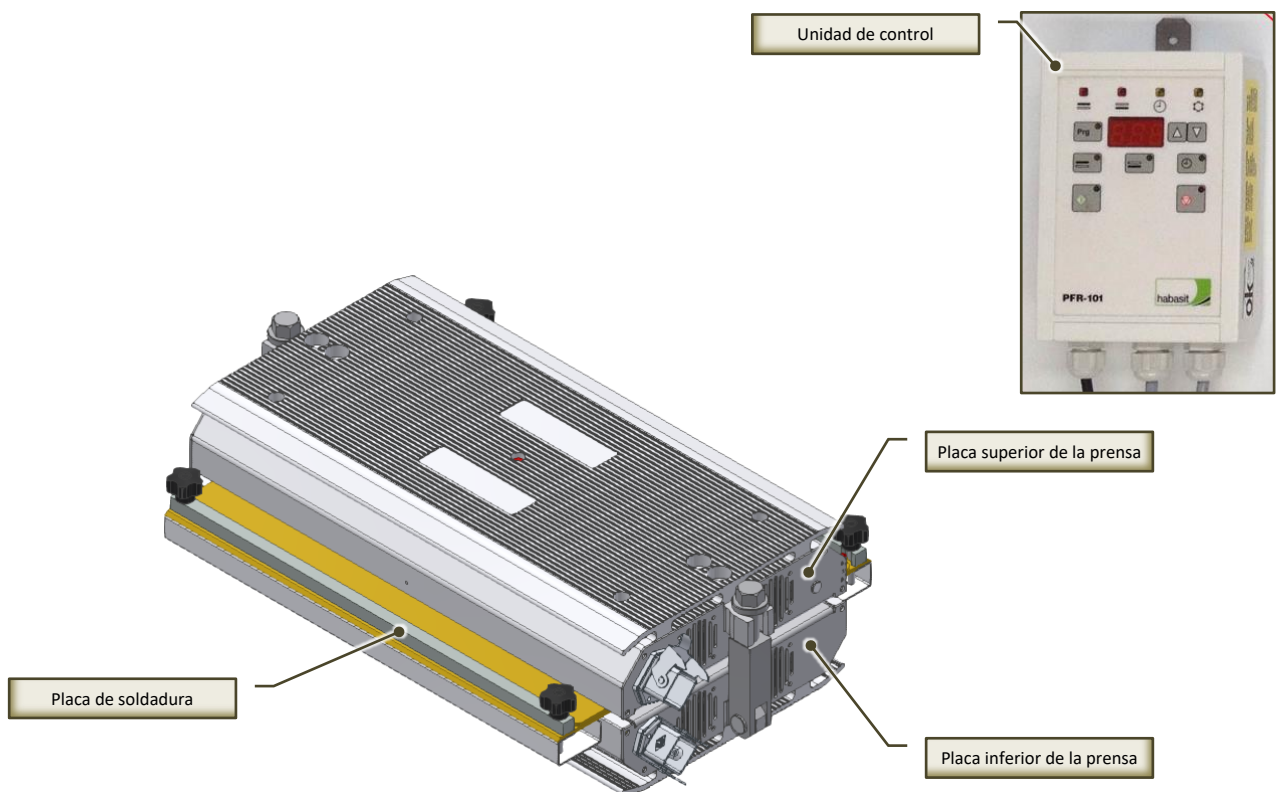

Fig. 5.1-1 - Prensa para empalme en caliente
La Prensa para empalme en caliente (Fig. 5.1-1), modelo PML-100 / PML-200 / PML-300 / PML-600, es una máquina diseñada y fabricada para permitir el empalme en caliente de cintas Fabric y de correas dentadas HabaSYNC. La Prensa para empalme en caliente no es una máquina pensada para la producción en continuo, sino, más bien, para la reparación de cintas y correas dentadas y; por tanto, expuesta en ambientes industriales-artesanales y no instalada de forma permanente.
- N° 1 prensa en caliente (Fig. 5.1-1) con manual de uso.